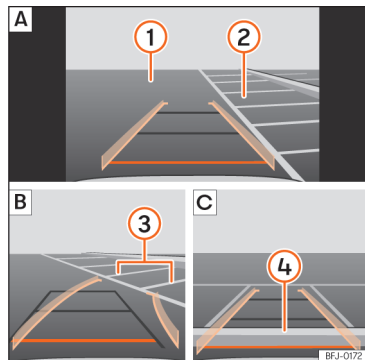

Fig. 157 Visualização no ecrã do sistema infotainment: estacionar com o assistente de marcha-atrás.
Legenda da >>> **Fig. 157:**
- Posicione o veículo à frente do lugar de estacionamento >>> **Fig. 157** ② **A**.
- Retroceda rodando o volante de forma que as linhas amarelas se introduzam no lugar de estacionamento. As linhas verdes e amarelas têm de coincidir com as linhas de delimitação laterais ③ **B**.
- Pare o veículo quando a linha vermelha tiver atingido a delimitação traseira ④ **C**.